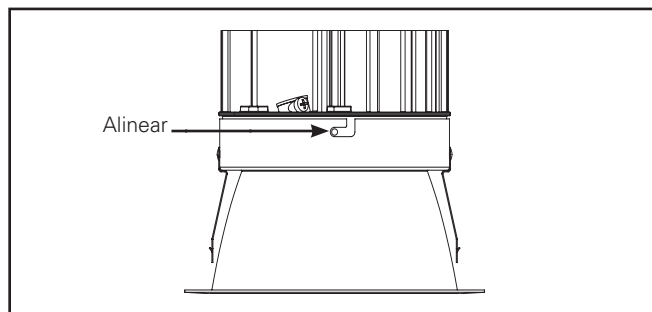

Figura 8.
5. Inserte el motor de la luminaria LED en la moldura inferior. Alinee los orificios de los tornillos del motor de la luminaria LED con los orificios de los tornillos de la moldura inferior (Figura 8.).